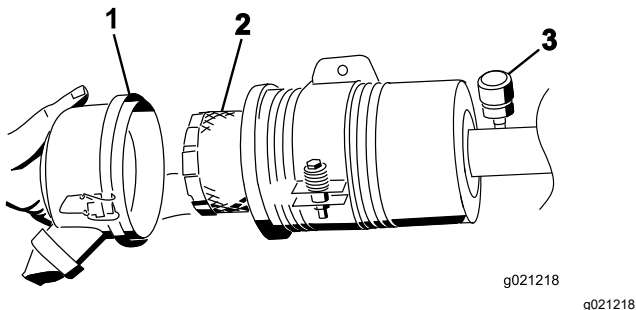

Bild 82
5. Nehmen Sie den Filter heraus und wechseln Sie ihn (Bild 82).